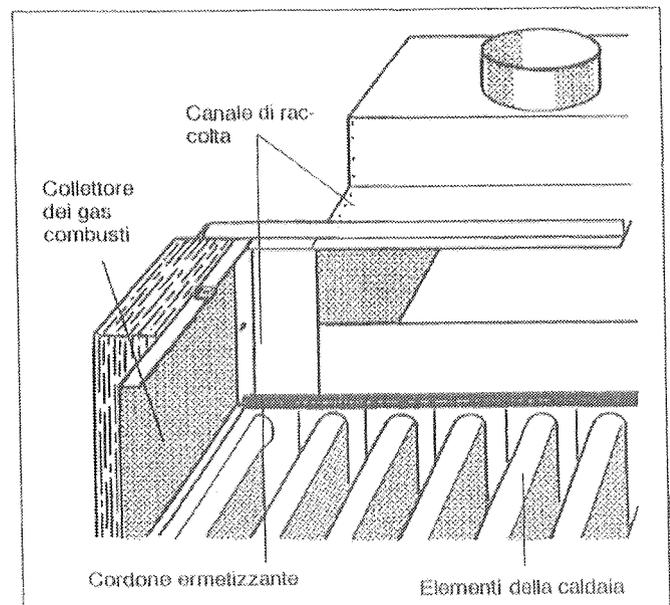

Fig. 7: Ermetizzazione del canale di raccolta G324 XD
- premendo saldamente questi ultimi dall'alto tra il canale di raccolta e gli elementi della caldaia (Fig. 7).